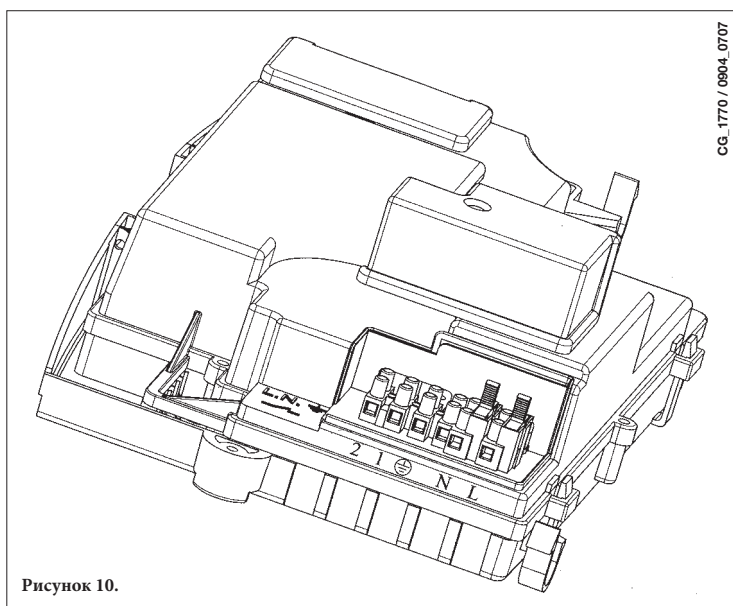

Рисунок 10.
- отсоедините крышку, получив доступ к электрической проводке (см. рис.10).
- откройте клеммную коробку котла (рисунок 10);
- подсоедините комнатный термостат к клеммам (1) - (2) и удалите имеющуюся перемычку.